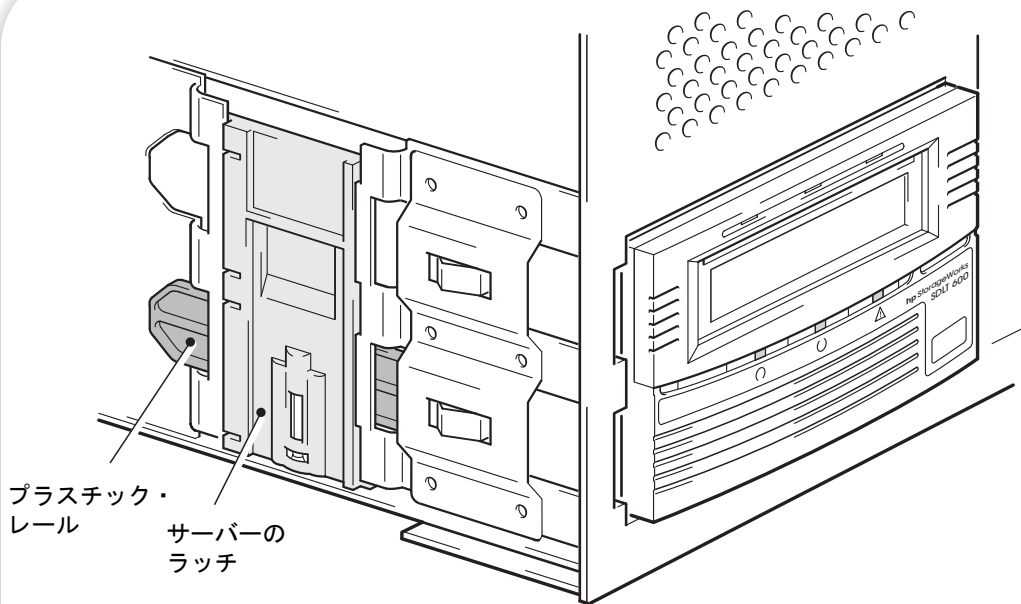

図 8a: ドライブをマウント用部品に固定 (図は HP ProLiant ML530 の例)
- 1 図 8a のように、テープ・ドライブをしっかりとベイに押し込み、サーバーのラッチが正しくロックされたことを確認します。